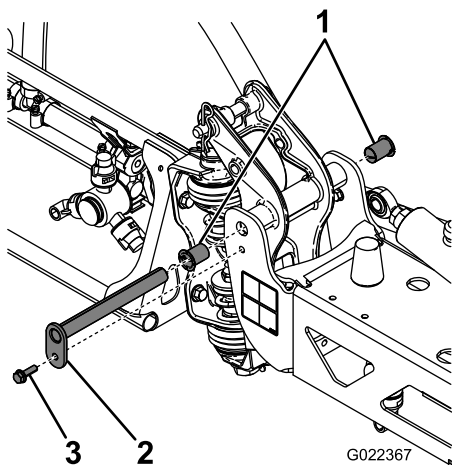

Figura 57
3. Con el peso del brazo apoyado, retire el perno y la tuerca que fijan el pasador de giro al conjunto del brazo (Figura 57).
4. Retire el perno y la tuerca que sujetan el pasador de giro y retire el pasador (Figura 57).
6. Retire los casquillos de nailon desde delante y desde detrás del soporte de giro e inspecciónelos (Figura 57).
7. Aplique una pequeña cantidad de aceite en los casquillos de nylon e instálelos en el soporte del pivote (Figura 57).
8. Instale el conjunto de brazo y soporte del pivote en el bastidor central, alineando los orificios (Figura 57).